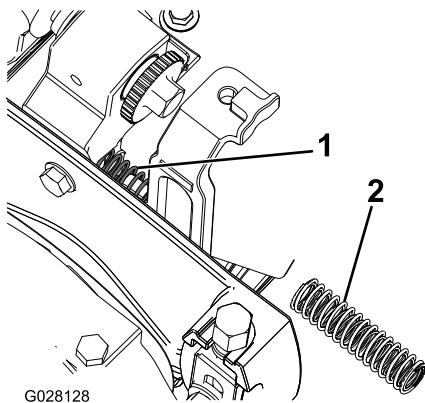

## Bild 6
11. Setzen Sie das andere Ende der Groomerwelle in die linke Stützplatte ein (Bild 6).
- A. Befestigen Sie den Riemenantrieb mit den vorher entfernten Schrauben und stellen Sie sicher, dass sich die Seitenplatte ungehindert dreht (Bild 6).
- A. Befestigen Sie den Riemenantrieb mit den drei vorher entfernten Schrauben an der Schneideeinheit (**Bild 6**).